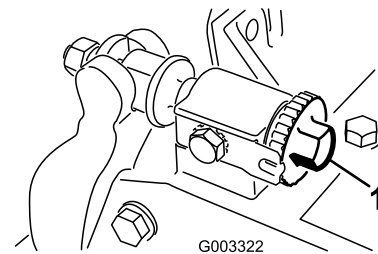
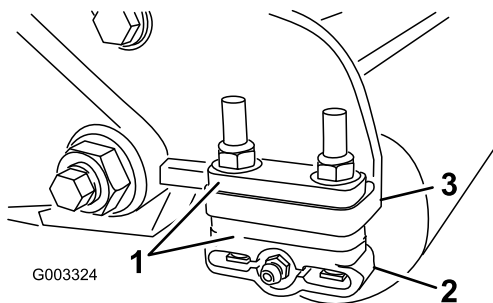

Figura 8
**Figura 9**
1. Coloque la máquina en una superficie de trabajo plana y nivelada. Asegúrese de eliminar el contacto con el molinete girando los tornillos de ajuste de la barra de asiento en el sentido contrario a las agujas del reloj (Figura 8).
**Importante:** Asegúrese de que las tuercas de los extremos de los tornillos de ajuste de la barra de asiento no están apoyadas en la superficie de trabajo (Figura 8).
3. En un extremo del molinete, inserte una tira de papel de periódico entre el molinete y la contracuchilla (Figura 9). Mientras gira el molinete lentamente hacia adelante, gire en el sentido de las agujas del reloj el tornillo de ajuste de la barra de asiento (Figura 8) en el mismo extremo del molinete, un clic a la vez, hasta que el papel quede ligeramente aprisionado cuando se inserta desde delante, paralelo a la contracuchilla. Se notará una ligera resistencia al tirar del papel.
5. Cuando termine el ajuste, compruebe si el molinete 'pellizca' un papel cuando se inserta desde delante, y si corta el papel cuando se inserta perpendicular a la contracuchilla (Figura 9). Debe ser posible cortar el papel con un contacto mínimo entre la contracuchilla y las cuchillas del molinete. Si se nota una resistencia excesiva del molinete, será necesario afilar o amolar la unidad de corte para conseguir los filos necesarios para un corte de precisión (consulte el Manual de afilado de molinetes de Toro (Sharpening Reel and Rotary Mowers, Impreso N° 80-300PT)).